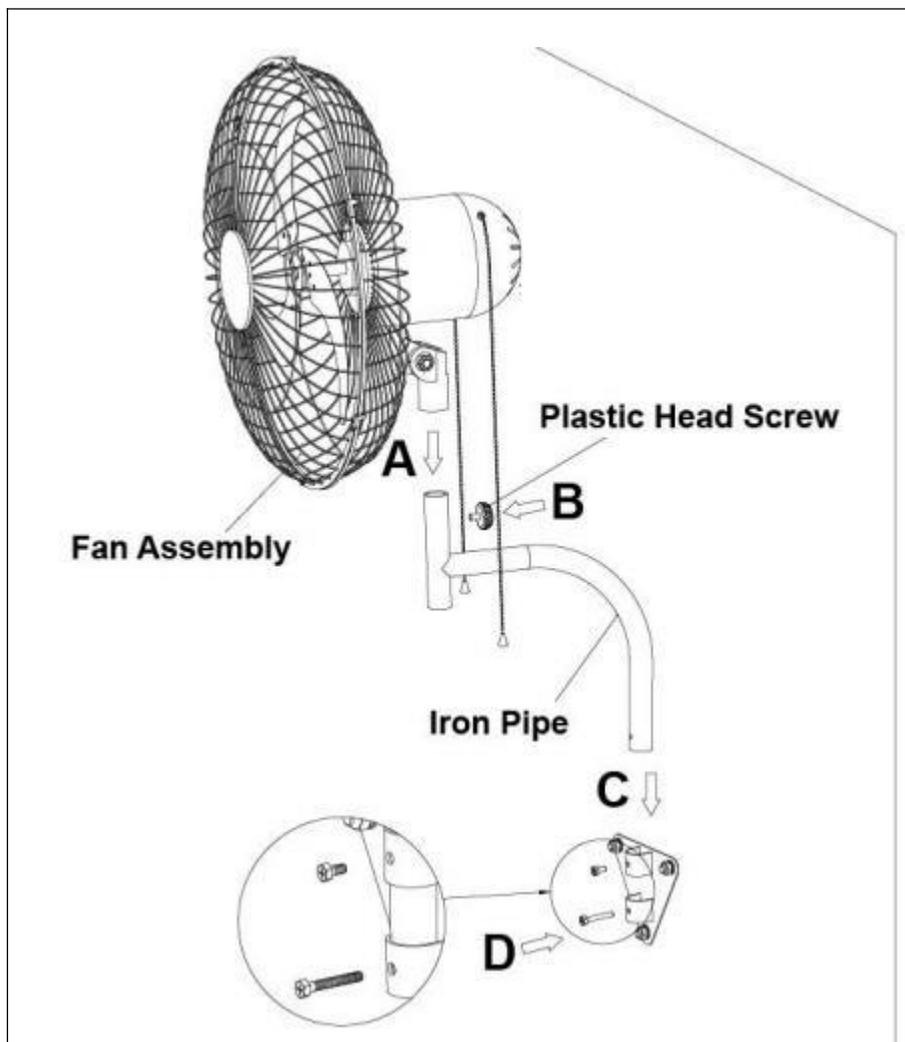

Fig.8 .
1) Installez la tête du ventilateur sur le tuyau en fer, puis verrouillez la vis à tête en plastique (9). Comme indiqué dans Fig.8. - AB
2) Installez le corps du ventilateur sur le panneau mural (2), puis verrouillez les vis du support 1 (4) et 2 (5). Veuillez noter que les trous de vis du support doivent correspondre aux trous de vis sur le panneau mural. Comme indiqué sur la Fig8, CD